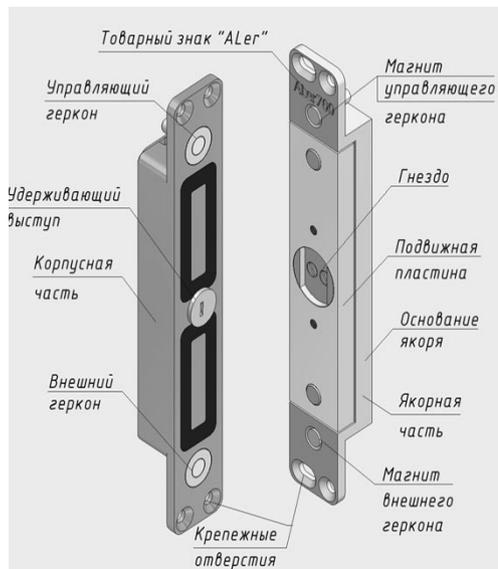

Рис.1
4.1 ЗАМОК состоит из корпусной и якорной частей. При закрытии двери подвижная пластина якорной части притягивается к рабочей поверхности корпусной части, при этом удерживающий выступ на корпусе входит в соответствующее гнездо пластины якоря и запирает дверь (рисунок 1). Усилие удержания двери в закрытом положении при попытке взлома первоначально определяется усилием сдвига пластины якорной части относительно корпусной, а затем (после преодоления этого усилия) конструктивными размерами удерживающих выступов. При снятии управляющего напряжения пластина якорной части возвращается в исходное положение, что приводит к отпиранию двери.
5.2 Для монтажа якорной части в дверном полотне симметрично кромкам двери подготавливается гнездо шириной не менее 32 мм и глубиной не менее 25 мм. Подвижная пластина якоря не должна касаться стенок гнезда при любом положении якоря. Якорная часть замка вертикального исполнения должна быть сориентирована в гнезде по установочной метке в виде товарного знака «ALet» направлением вверх (рисунок 1).